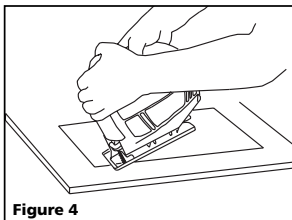

Figure 4
7. Garder les deux mains sur la scie pendant la coupe (Figure 4).